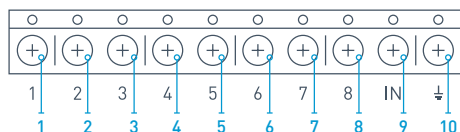

РИС. 17. Основные выходы и вход IN приемника
6.2. При помощи обычных проводов выходы приемника (РИС. 17, 18) соединяются с входами централи сигнализации. Таким образом выходы приемника становятся аналогом обычных проводных датчиков для входов централи. При срабатывке беспроводного датчика, он отправляет сигнал на приемник osBridge, который обрабатывает его и размыкает (по умолчанию, также выход может быть настроен на замыкание) соответствующий датчику проводной выход. Централь сигнализации воспринимает размыкание выхода как размыкание шлейфа датчика и выдает тревогу. Если указано, что зона централи должна иметь сопротивление между выходом приемника и зоной централи, следует последовательно включить резистор с номиналом, соответствующим инструкции к централи. **При подключении проводов соблюдайте полярность!**
6.3. Выходы с номерами 1–8 (РИС. 17) соответствуют 8 условным основным охранным зонам.